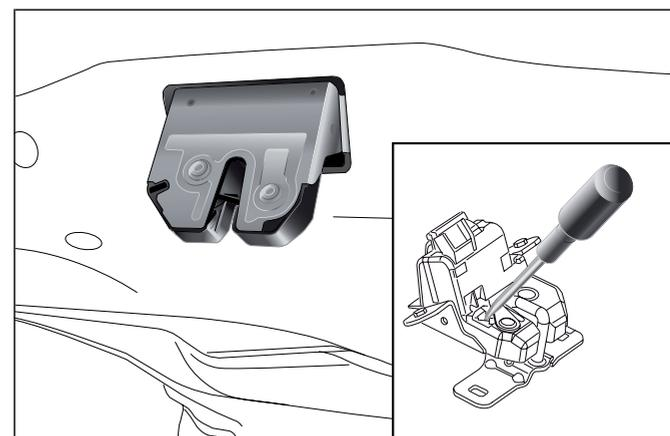

fig. 53
- enlever le bouchon de protection et actionner le décrochage de la serrure avec un tournevis ou avec une pièce métallique fig. 53.